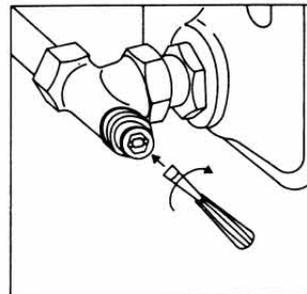

Bild 3
- 1.4 Zuletzt Hohlverschraubung mit Schraubendreher durch Rechtsdrehen bis zum Anschlag schrauben (Bild 3, nur „Combi 4“).
**Wichtig:** Bei nachträglicher Veränderung der Voreinstellung sollte erst mit dem Schraubendreher (Bild 3) durch Links-drehung die Hohlverschraubung gelöst werden. Dann Änderung der Voreinstellung mit dem Sechskantschlüssel SW 4 (1).